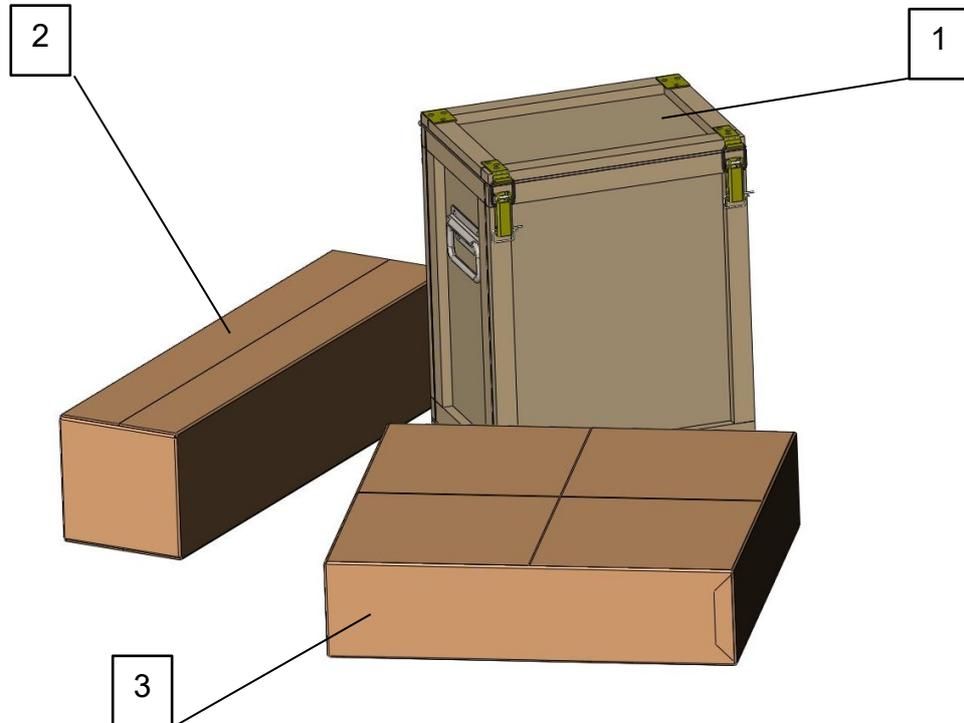

Рисунок 9 - Упаковка изделия
- Ящик фанерный с фурнитурой с габаритами 400х300х500 мм (поз. 1 рис. 9);
- Короб из гофрокартона с габаритами 800х200х200 мм (поз. 2 рис. 9).
- Короб из гофрокартона с габаритами 610х610х150 мм (поз.3 рис. 9)